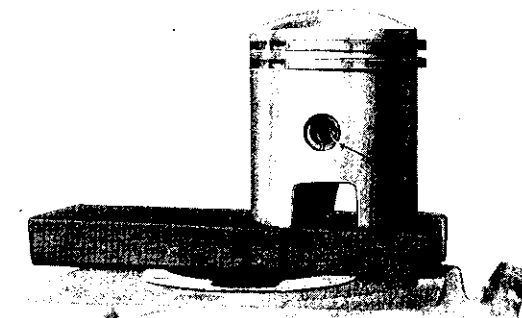

Bild 21. Drahtsprengringe aus Kolben entfernen
5. Drahtsprengringe aus Kolben entfernen (Bild 21).